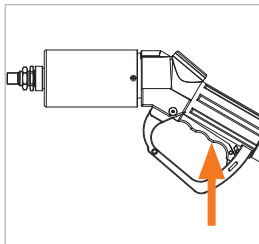
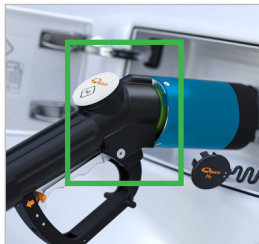

Abbildung 12
Abbildung 13
▶ Ziehen Sie den Betätigungshebel (Pos. 7) am Handgriff (Pos. 8) vollständig in die ON-Position hoch (*Abbildung 12*), bis dieser hörbar einrastet und der grüne Ring sichtbar ist (*Abbildung 13*).